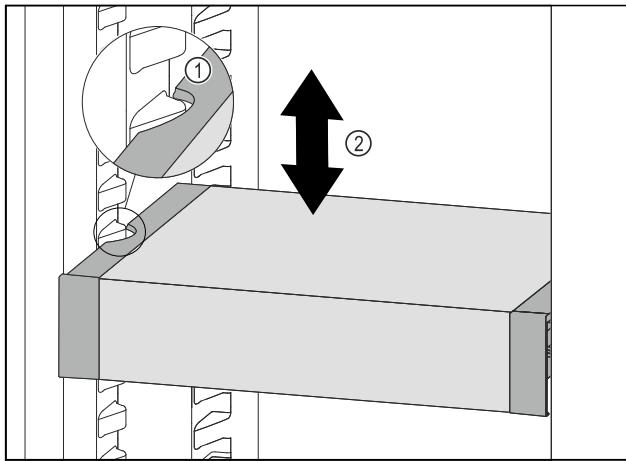

Fig. 91
- ▶ Predal VarioSafe povlecite v smeri naprej, dokler nista stranska izreza predala VarioSafe na višini nastavka za posodo v hladilniku. Fig. 91 (1)
- ▶ Predal VarioSafe premikajte v hladilniku gor ali dol, dokler ne dosežete želeno višino. Fig. 91 (2)